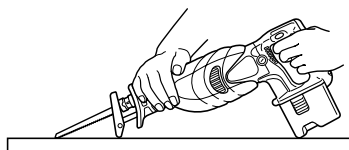
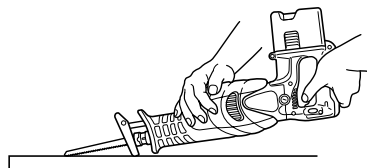

Fig. 22
Fig. 23
Avec cet outil, il est possible d'effectuer des coupes de poche dans des panneaux de contreplaqué et des panneaux de bois mince. La coupe de poche s'effectue en toute facilité avec la lame installée à l'envers, comme indiqué aux Fig. 23, 25 et 27. Utiliser une lame aussi courte et épaisse que possible. Il est recommandé d'utiliser la lame BIMETAL No.132 mentionnée dans la page 51. Procéder avec précaution pour effectuer la coupe de poche et observer les procédures suivantes.
- (1) Appuyez la partie inférieure (ou la partie supérieure) du socle contre le matériau. Tirer sur la gâchette tout en maintenant l'extrémité de la lame éloignée du matériau. (Fig. 22, Fig. 23)